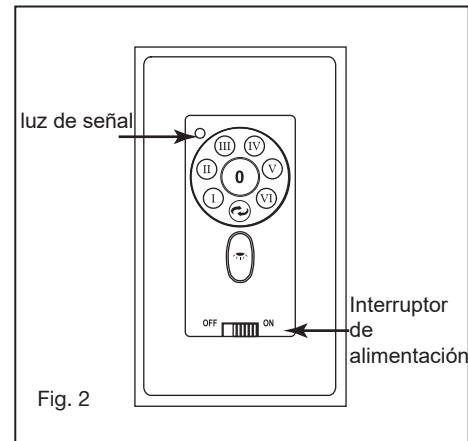

Fig. 2
- 2 Conecte el enchufe de 2 cables del ventilador al enchufe de 2 cables de LED Assembly. Asegúrese de que los enchufes se acoplen completamente (Fig.2)
- 7** Luz de señalización (Fig. 2)